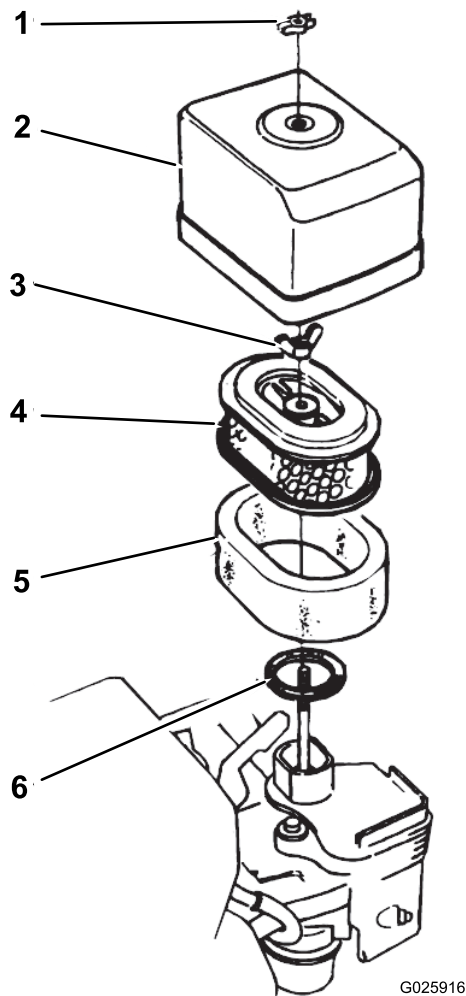

Figura 32
2. Togliete il dado ad alette che fissa il relativo coperchio al filtro dell'aria e rimuovete il coperchio (Figura 32).
4. Togliete il dado ad alette dal filtro dell'aria e rimuovete il filtro (Figura 32).
5. Togliete il filtro in schiuma sintetica dal filtro di carta (Figura 32).